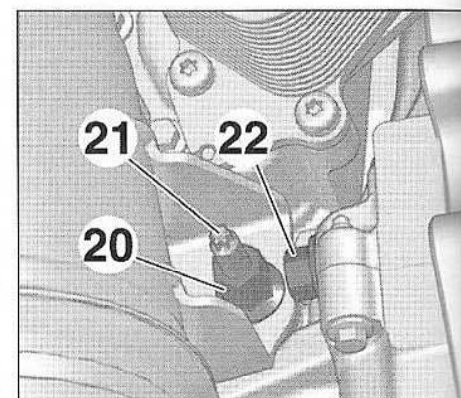

FIG.11
- l'écrou (20) (Fig.11),
- le goujon (21),
- la vis (22),